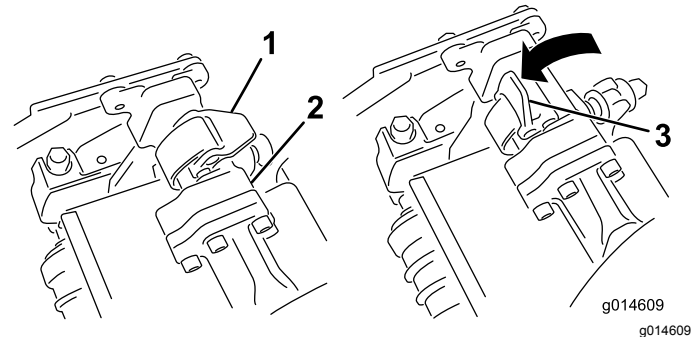
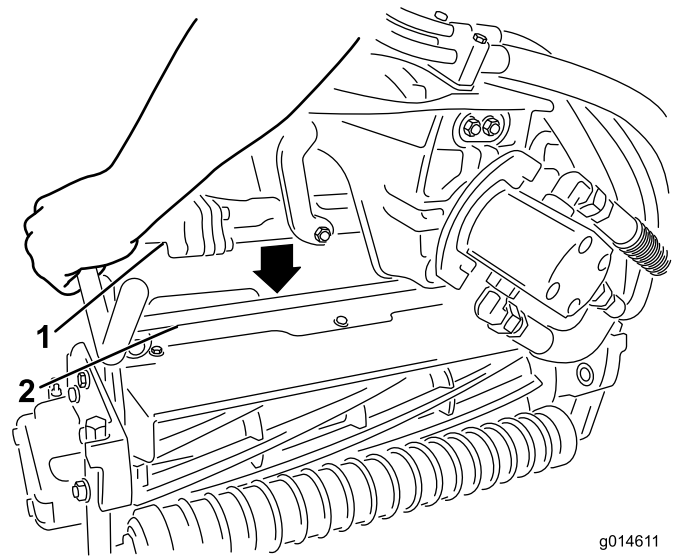

图36
图37
4. 当悬挂臂杆上的门锁指向上方即打开时 图36 向下压悬挂臂使悬挂臂杆与滚刀组上方的支架相契合 图37。
5. 向下并绕着滚刀组横杆关闭门锁将它们锁定到位 图36。
5. 打开您正在拆下的滚刀组悬挂臂上的门锁 图36。